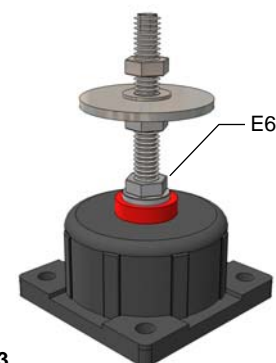

fig.3
- fig.3** Utilizzando la chiave del 19, bloccare con il dado basso (**E6**) il grano M12 (**E1**), sulla bussola. L'antivibrante così configurato è pronto per essere installato come indicato nella pagina seguente.